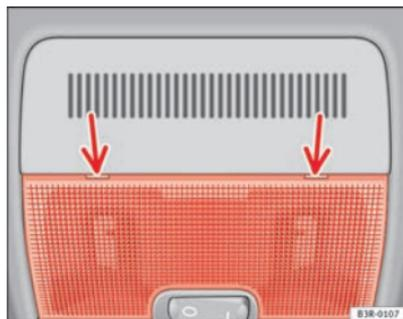

Fig. 82 Dettaglio del rivestimento del tetto: Punto di contatto del cacciavite
- Applicare con cautela la parte piatta di un cacciavite (kit degli attrezzi di bordo) alla parte posteriore della copertura in plexiglas della plafoniera ⇒ fig. 82.